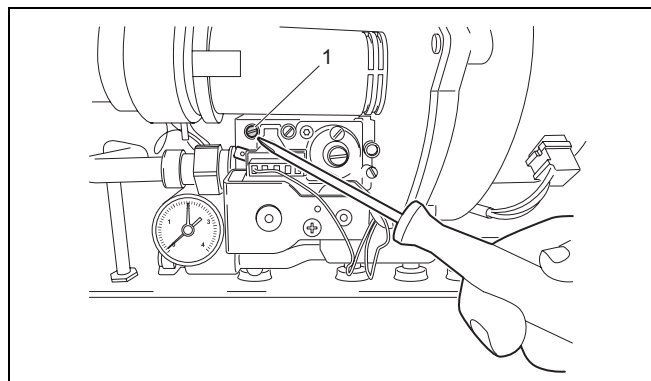

Fig. 19 Sfiato dell'adduzione del gas
- Allentare di due giri la vite di chiusura del nippel di prova per il collegamento del gas e lo sfiato (fig. 19, pos. 1) ed inserire il tubo flessibile.